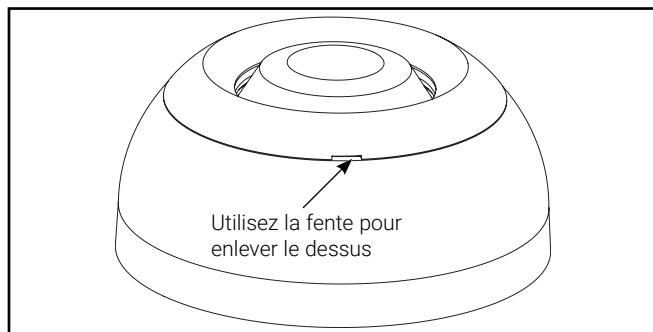

Figure 4.
- Localisez la fente sur le détecteur. (Figure 4.)